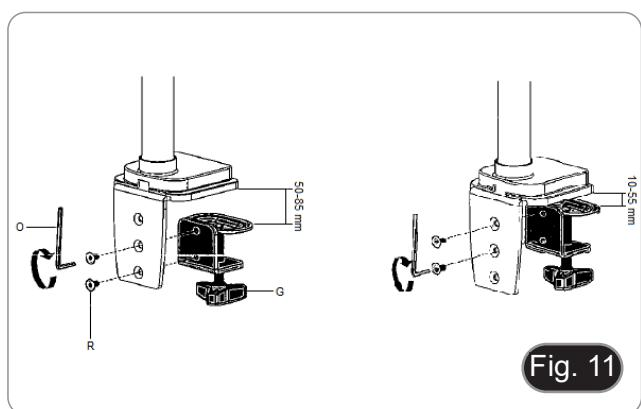

Fig. 11
4. Unir la abrazadera (G) al soporte de la abrazadera (F) mediante los dos tornillos (R). (Fig. 11)
- NOTA: Dependiendo del grosor de la mesa, la abrazadera (G) puede montarse en dos posiciones diferentes.